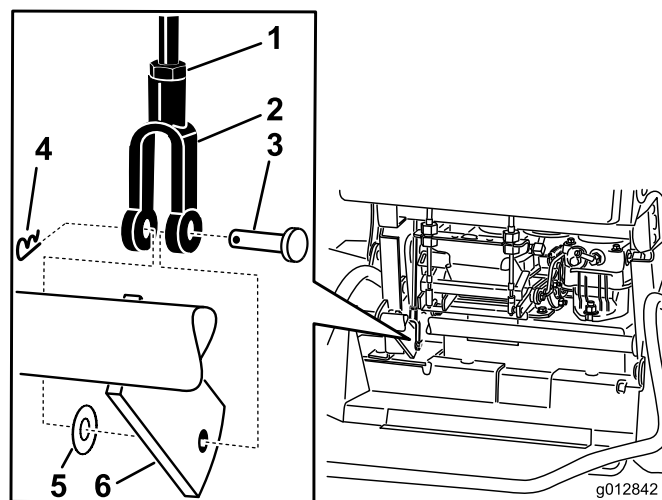

Figure 64
5. Pour régler le frein, retirez la goupille fendue et l'axe de chape du levier de frein inférieur et de la chape (Figure 64).
6. Desserrez l'écrou de blocage (Figure 64).
7. Tournez la chape. Pour serrer le frein, tournez la chape vers le haut. Pour desserrer le frein, tournez la chape vers le bas (Figure 64).
8. Fixez la chape au levier de frein inférieur avec la goupille fendue et l'axe de chape (Figure 64).
9. Resserrez l'écrou de blocage (Figure 64).